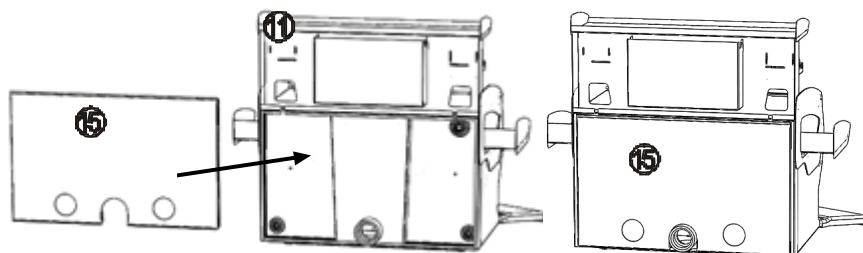

Рис.7
6.10 На заднюю стенку (11) корпуса **БОКСА** установить крышку (15), рис.7. Завести ее в проем корпуса, снизу одеть на крючки, сверху резиновые втулки завести между стенками.